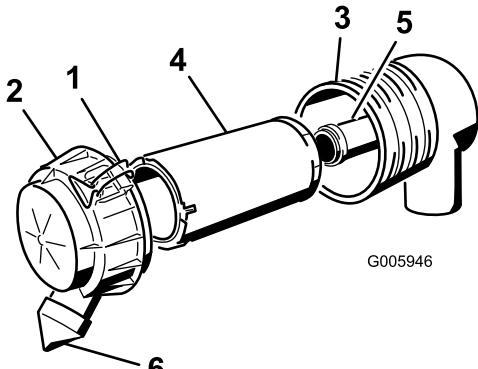

図 29
3. エアクリーナのラッチを外し、ボディからカバーを外す（図 29）。
6. 1次フィルタをゆっくり引き抜くようにしてエアクリーナのボディから外す（図 29）。ボディの側面にフィルタをぶつけないように注意すること。
9. 安全フィルタを交換する場合には、十分に注意しながら、フィルタのボディに挿入する（図 29）。
10. 1次フィルタをゆっくり押し込むようにして安全フィルタの上から取り付ける（図 29）。フィルタの外側リムをしっかりと押させて確実にボディに密着させる。
11. 上下方向を確認してエア・クリーナ・カバーを正しく取り付け、ラッチを掛ける（図 29）。